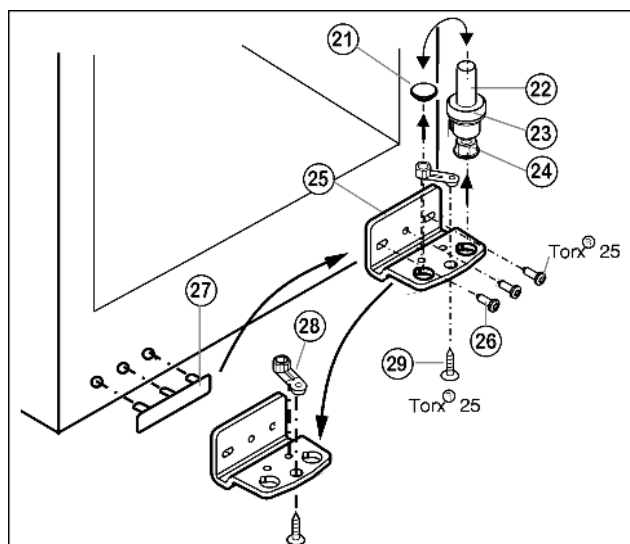

Fig. 5
- ▶ Lagerbout Fig. 5 (22) compleet met schijfje Fig. 5 (23) en stelootje Fig. 5 (24) naar boven eruit trekken.
- ▶ Stop Fig. 5 (21) eraf halen.
- ▶ Lagerbus Fig. 5 (25) losschroeven Fig. 5 (26).
- ▶ Lagerdeel Fig. 5 (28) losschroeven Fig. 5 (29) en in het tegenoverliggende opnamegat van de lagerbus omzetten en weer vastschroeven.
- ▶ Afdekking aan de greepzijde Fig. 5 (27) voorzichtig optillen en op de tegenoverliggende zijde plaatsen.
- ▶ Lagerbus Fig. 5 (25) aan de nieuwe scharnierzijde evt. met behulp van een accuschroevendraaier weer **goed (met 4 Nm)** vastschroeven.
- ▶ Stop Fig. 5 (21) weer in het andere gat plaatsen.
- ▶ Lagerbout Fig. 5 (22) compleet met schijfje en stelootje weer aanbrengen. Er daarbij op letten, dat de sluitnok naar achter wijst.
- ▶ Til de stop (33) uit de deurlagerbus en plaats hem om.
- ▶ Deurgreep (32), stoppen (33) en drukplaatjes* (34) verwijderen en aan de andere kant aanbrengen.
- ▶ Plaats de deur van boven op de lagerbout beneden Fig. 5 (22).
- ▶ Plaats de bovenste lagerbus (12) aan de nieuwe scharnierkant in de deur.
- ▶ Bovenste lagerbus (12) **goed (met 4 Nm)** vastschroeven (2 maal Torx® 25) (13). Steek de schroefgaten indien nodig voor of gebruik de accuschroevendraaier.
- ▶ Afdekking (10) en afdekking (11) elk op de tegenoverliggende zijde vastklikken.
- ▶ De deur eventueel via de beide langsgaten in de lagerbus onder Fig. 5 (25) ten opzichte van de kast uitlijnen. Daartoe middelste schroef uitdraaien.